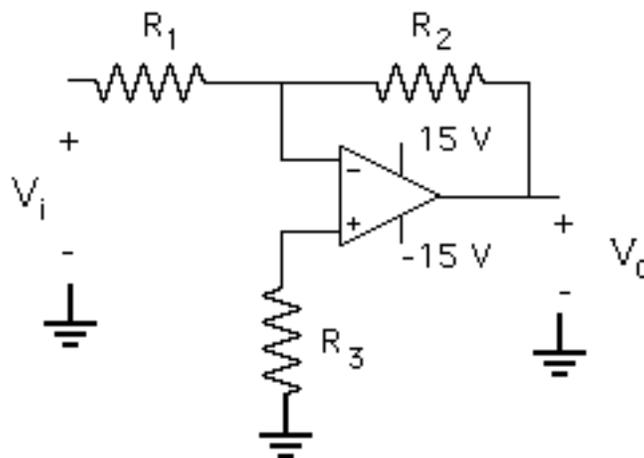

Figura 9.1.- Amplificador inversor
- 1.- Deduzca la expresión del voltaje de salida para el amplificador inversor cuyo circuito se muestra en la Figura 9.1, considerando que el amplificador operacional es ideal, utilizando los valores indicados por su profesor y alimentándolo con fuentes de $\pm 15V$.
- 5.- Realice el análisis AC SWEEP en SPICE del circuito de la figura 9.1 para graficar el voltaje V_o en función de la frecuencia dentro del rango de frecuencias de 10 Hz a 1 MHz, considerando que la señal de entrada tiene una amplitud de 1V. Averigüe por qué disminuye la ganancia del amplificador para frecuencias altas (Definición de ancho de banda).